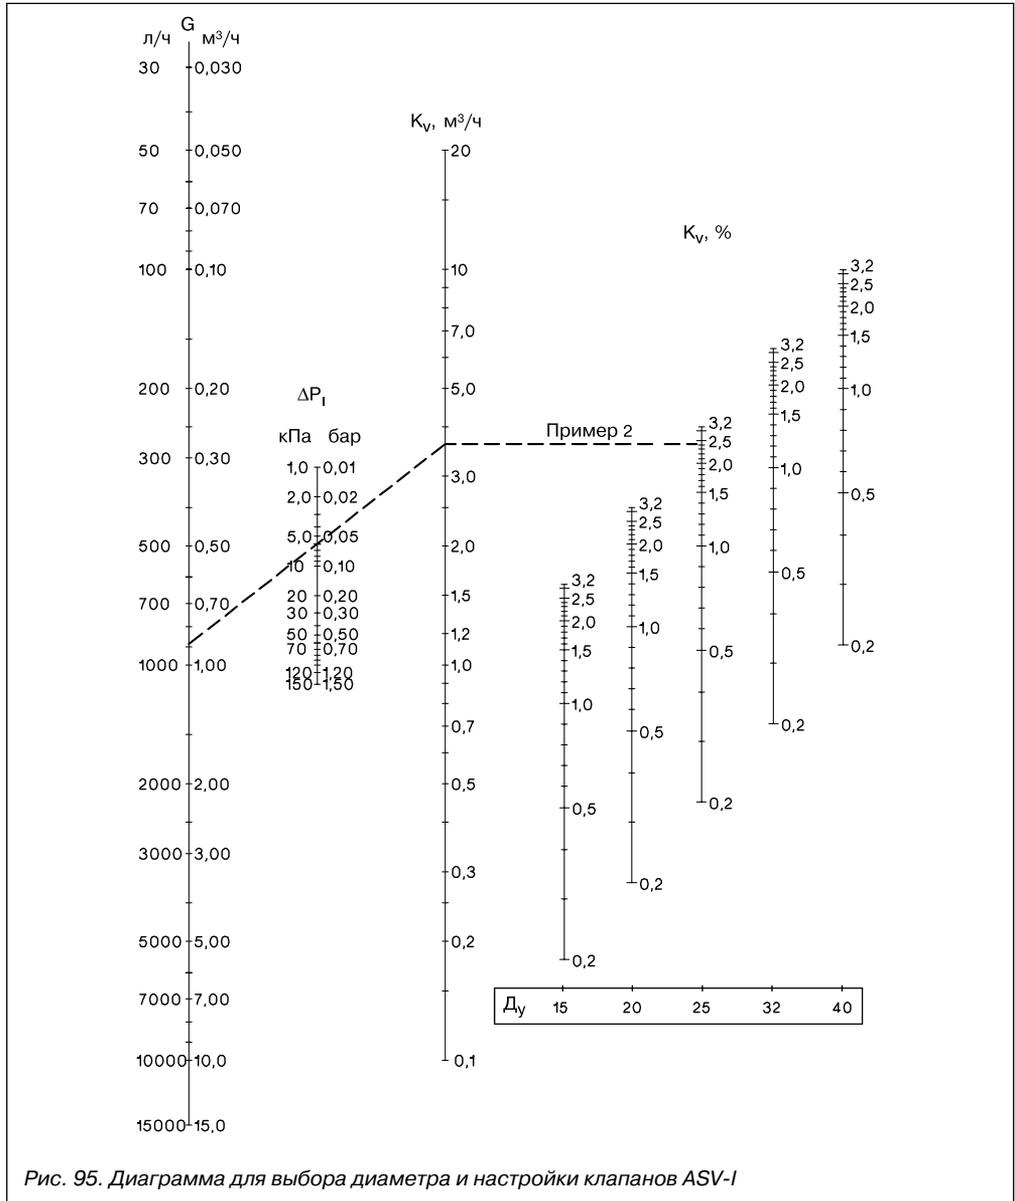

Рис. 95. Диаграмма для выбора диаметра и настройки клапанов ASV-I
3. По диаграмме (рис. 95) находится настройка клапана ASV-I $D_y = 25 \text{ мм}$ – 2,4 оборота штока. Настройку можно определить по номограмме без вычисления K_V . Для этого соединяем точки расхода $0,88 \text{ м}^3/\text{ч}$ на шкале G с точкой $0,06 \text{ бар}$ на шкале ΔP_I . Затем, продлив линию, соединяющую данные точки, на шкале K_V находим требуемое значение пропускной способности – $3,6 \text{ м}^3/\text{ч}$. Далее проводим горизонтальную линию до вертикальной шкалы настроек клапана $D_y = 25 \text{ мм}$, где находим значение настройки.
Запорно-балансировочный клапан ASV-I снабжен двумя цанговыми ниппелями для измерения перепада давлений на нем с помощью специального прибора фирмы Danfoss типа PFM 3000 (см. стр. 93) или ему подобных. Прибор подключается к ниппелям клапана с использованием штатных шлангов с быстроразъемными соединениями. После присоединения шлангов вентили ниппелей открываются поворотом их на ½ оборота против часовой стрелки 8-мм гаечным ключом. По измеренному перепаду давлений на полностью открытом клапане известного диаметра по диаграмме, представленной на рис. 95, можно определить фактический расход среды в трубопроводе системы. После проведения измерений вентили